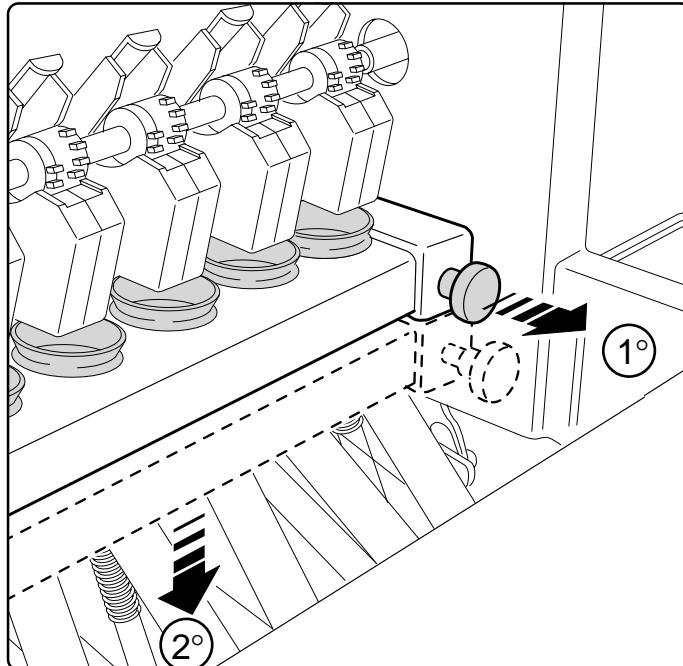

Fig. 36
- Sganciare la bussoliera (Fig. 36)
- *Release the bush-holder (Fig 36).*
- den Buchenträger aushängen (Abb. 36).
- décrocher le porte-douille (Fig. 36)
- Abertura de las láminas (pos. 0, 1, 2), proceda como indicado a continuación:
- desenganchar el portaforros (Fig. 36);